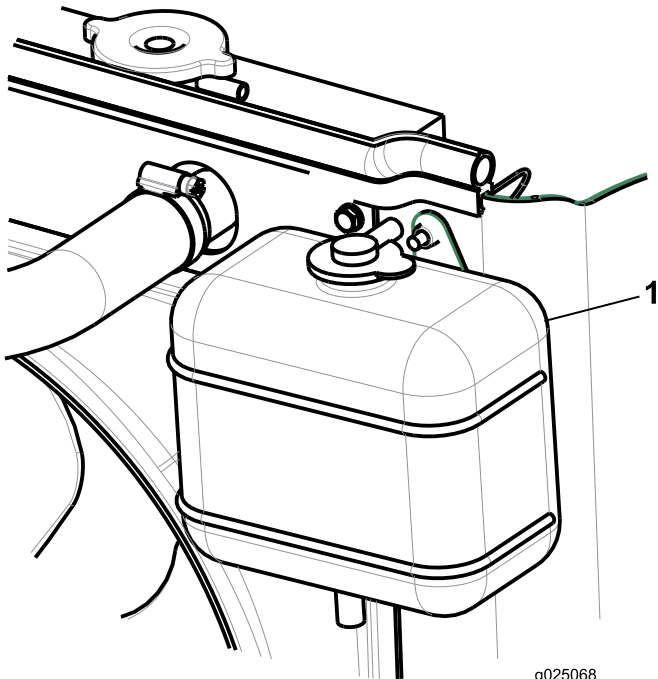

Bild 23
2. Prüfen Sie den Kühlmittelstand im Ausdehnungsgefäß (Bild 23).